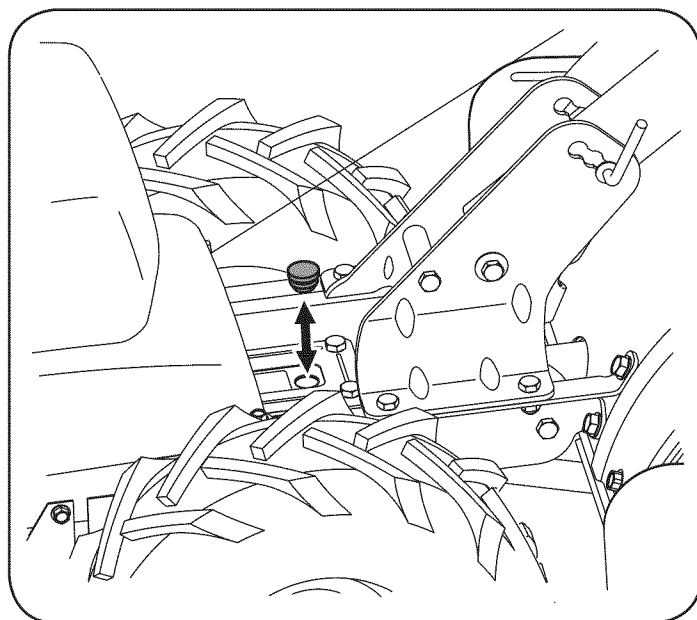

Figura 25
3. Saque el tapón de llenado de aceite del alojamiento de la transmisión y mire adentro del orificio de llenado para ubicar el eje de la transmisión principal situado debajo del orificio. Vea la Figura 25.